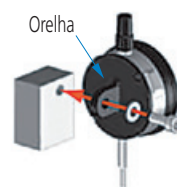

Fig. 3
3. Fixe o instrumento pela orelha num suporte quadrado com apoio plano perpendicular. (**Fig. 3**)